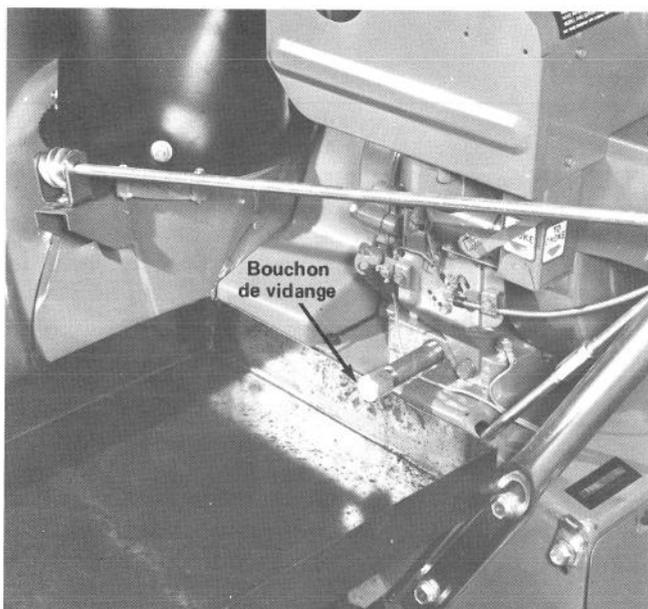

Figure 31
3. Nettoyez le tour du bouchon de vidange. Ensuite, glissez le bac de vidange sous le tube de vidange, puis enlevez le bouchon (Fig. 31).